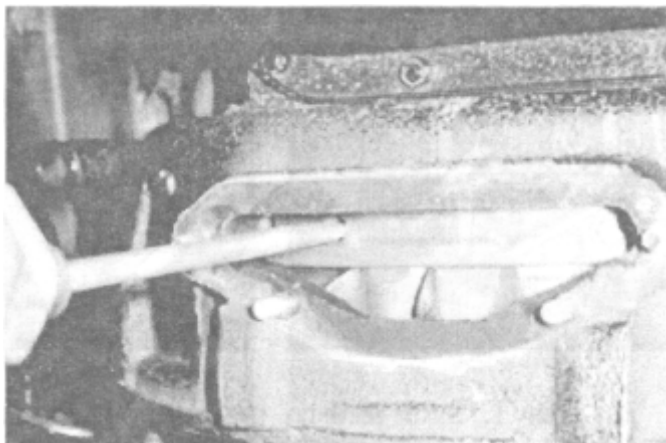

Рис. 9.10. Проворот маховика.
- снять крышку люка в нижней части картера сцепления (для проворота маховика ломиком) (рис. 9.10);